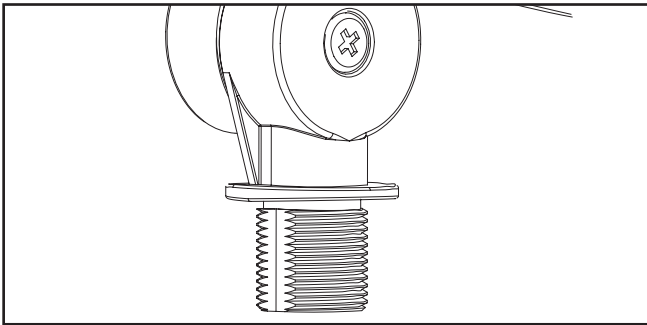

Figura 1.
1. Afloje el tornillo central del nudillo con un destornillador de cabeza Phillips. Ajuste la posición y el ángulo del vástago del nudillo. Vuelva a apretar el tornillo central a 9 pulgadas-libras para trazador pequeño o 17 pulgadas-libras para trazador grande. (Figura 1.)